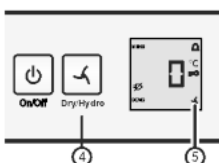

Fig. 3
- ▶ Nastavenie **hydro**: Stlačte tlačidlo dry/hydro Fig. 3 (4), kým sa nezobrazí symbol . Uvoľnite tlačidlo.
- ▷ Symbol dry/hydro Fig. 3 (5) svieti.
- ▶ Nastavenie **dry**: Stlačte tlačidlo dry/hydro Fig. 3 (4), kým symbol  nezhasne. Uvoľnite tlačidlo.